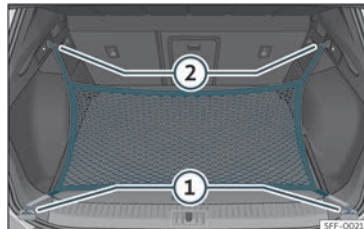

Fig. 113 Al maleter: argolles ① i ganxos ② per enganxar la bossa de xarxa.
- Fixeu els ganxos curts de la xarxa a les anelles d'amarratge»» fig. 113 ① »» ⚠. La cremallera de la bossa ha de quedar cap amunt.
- Fixeu les cintes als ganxos per penjar bosses ②.